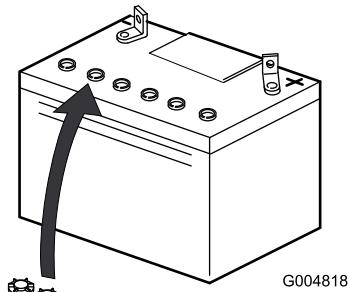

Bild 5
- Setzen Sie die Einfüllverschlusskappen der Batterie wieder auf (Bild 5).